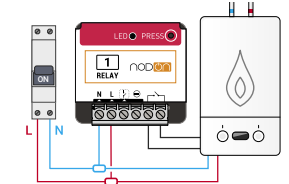

Bild 3
- 3 Verkabeln Sie das Multifunktionsmodul nach Bild 3, achten Sie darauf die Steuerdrähte des Raumthermostats anzuschliessen. (siehe Geräteanleitung).